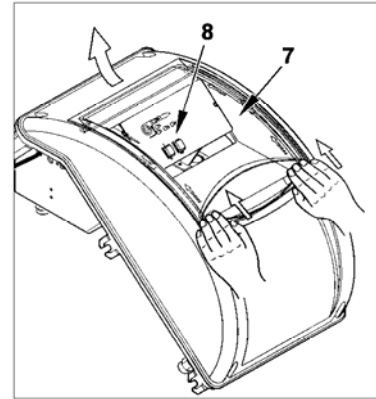

Рис. 4
- 4) Установите на место крышку электрической панели, затянув 4 винта 1 моментом около 5 Нм. С этой точки можно получить доступ к панели управления 8. Для этого нужно сдвинуть на небольшое расстояние прозрачный щиток 7 по направлению стрелок на рис. 4 и снять его с крышки.